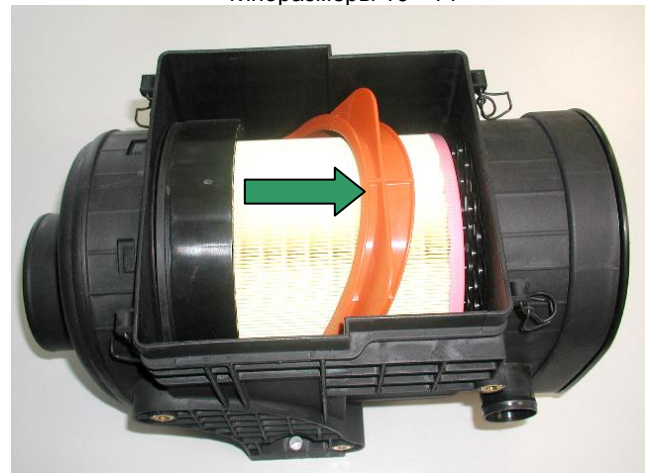

Рис. 7 Фиксация элемента зажимной скобой
- Красную зажимную скобу переместите в направлении „Lock“ ("Заблокировать") (см. Рис. 7), после чего установите крышку.